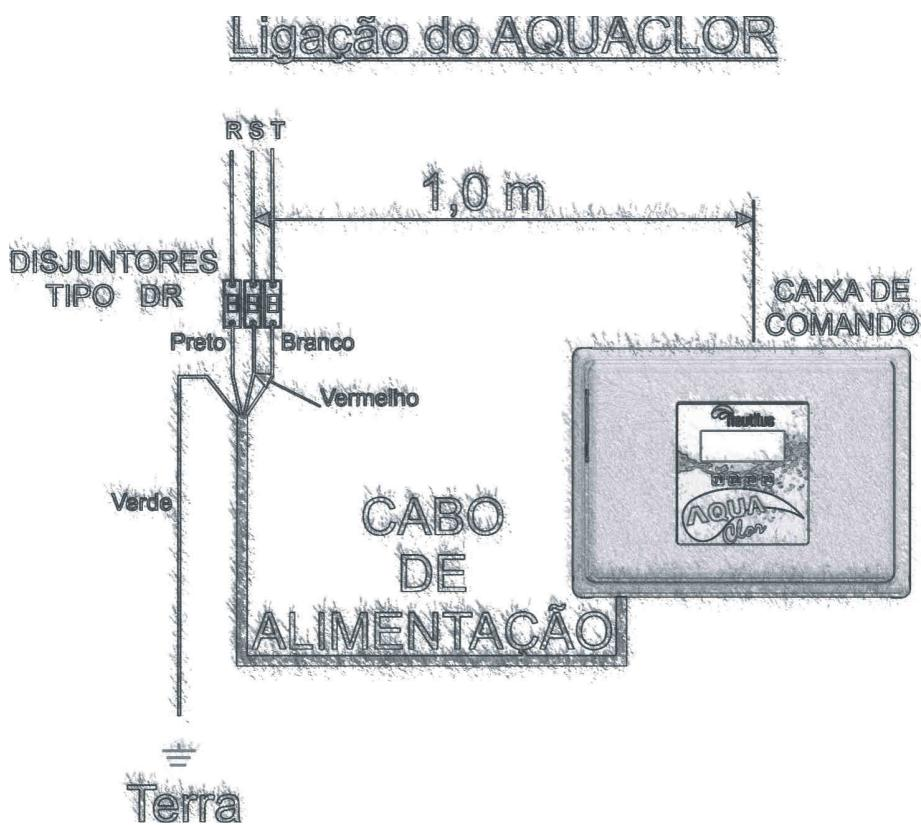

Figura 22
1. A conexão da caixa de comando à rede elétrica deverá ser feita com cabos de 4 mm² e ser precedido obrigatoriamente da instalação de disjuntores do tipo DR conforme **figura 22**.